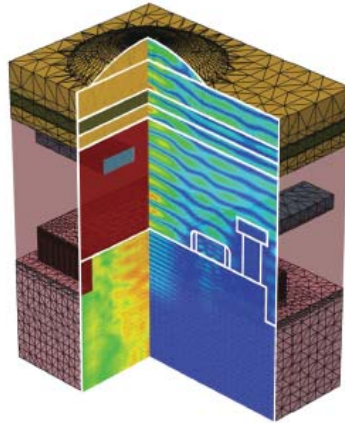

Figura 2. Ejemplo de simulación 3D de sensor CMOS de imagen.
- Simulación física de sensores usando herramientas TCAD avanzadas. Se han desarrollado varios ejemplos para su uso en el Máster de Física (Figura 2).